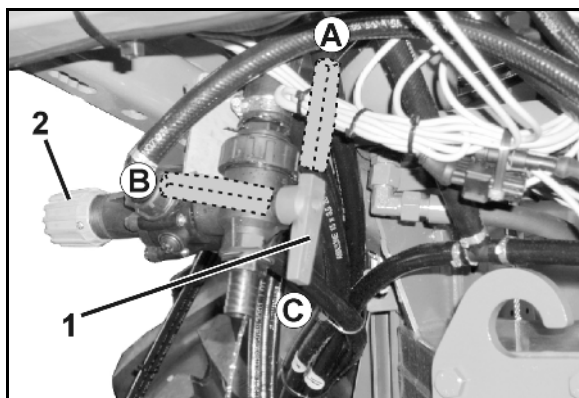

Fig. 122
- der DUS-Schalthein (Fig. 122/1).
- das DUS-Druck-Begrenzungs-Ventil (Fig. 122/2). Das DUS-Druck-Begrenzungs-Ventil ist werkseitig fest eingestellt und reduziert den Druck im Druck-Umlauf-System auf 1 bar.
- Befindet sich der DUS-Schalthein in Position (Fig. 122/A), ist das Druck-Umlauf-System eingeschaltet.
- Befindet sich der DUS-Schalthein in Position (Fig. 122/B), ist das Druck-Umlauf-System ausgeschaltet.
- Befindet sich der DUS-Schalthein in Position (Fig. 122/C), lässt sich Flüssigkeit aus der Feldspritze ablassen..